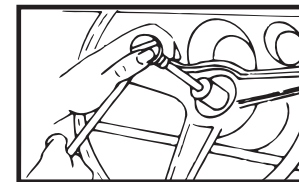

FIG. 4
4. Enlever l'écrou de fixation du volant (voir figure 4).